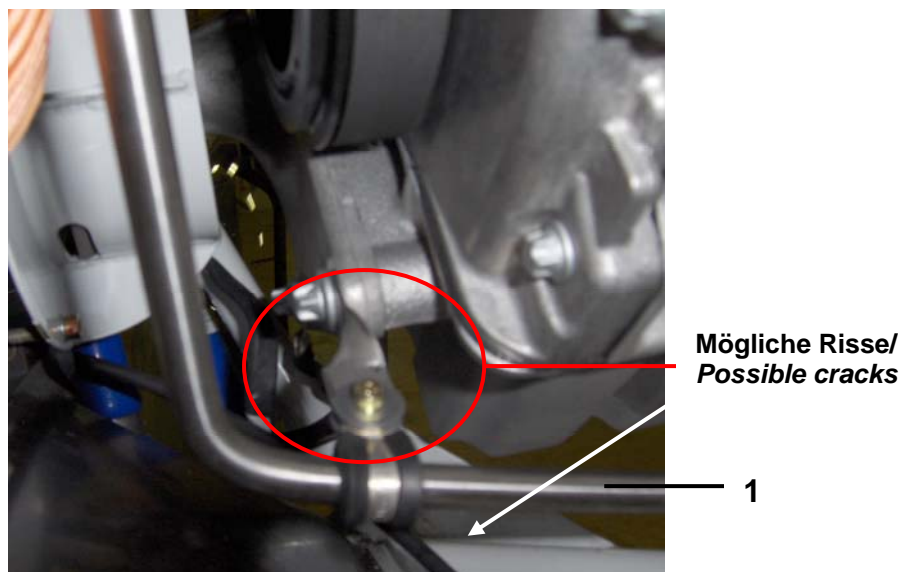

Bild 4/ Figure 4
- a. Die Schelle vom Halter lösen. Siehe Bild 4.
- a. Detach clamp from bracket. Refer to figure 4.